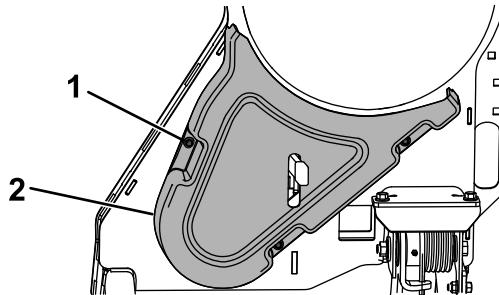

Figura 31
3. Retire la cubierta de la correa (Figura 31).